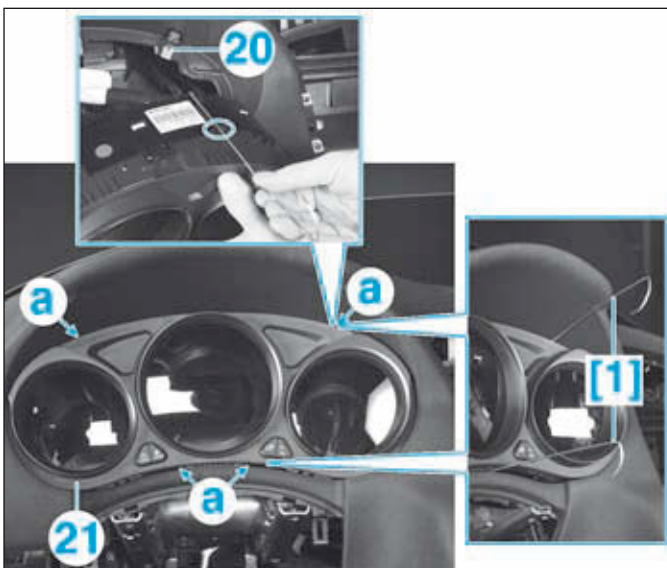

FIG.29
- [1]. Pige de dépose du combiné d'instrument (référence 1293) (Fig.29).
- Introduire les outils [1] via les orifices (a) et écarter les agrafes (20) (Fig.29).
- Extraire, débrancher et déposer le combiné d'instrument (21).